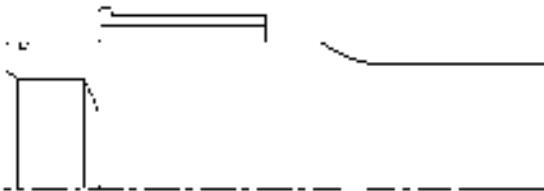

图 8-80 绘制左端第二处倒角后的图形
5) 单击“绘图”工具栏中的“直线”按钮 ，以坐标点（203,225）、(@0,21.5)、(198,255)、(174,370) 绘制左端第二处倒角线，将两倒角间用直线连接，结果如图 8-80 所示。